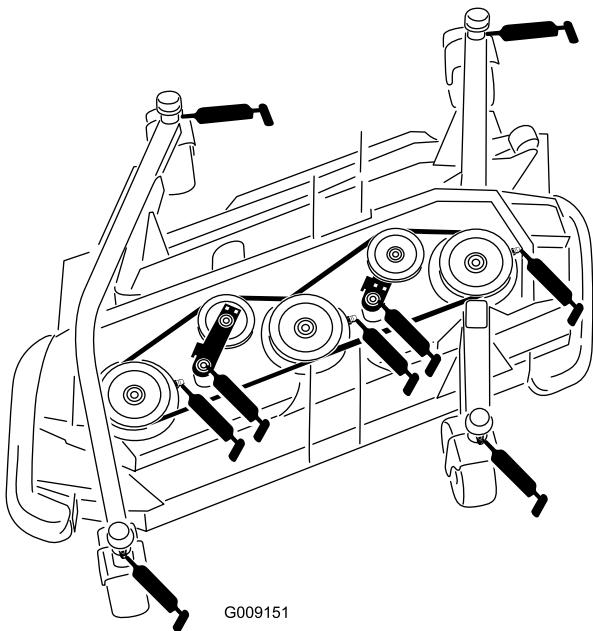

Bild 52
- Laufradgabel-Büchsen (4) (Bild 52)
- Spindelwellenlager (3) (am Spindelgehäuse) (Bild 52)
- Spannarm-Drehbüchsen (2) (an Spannarm-Drehwelle) (Bild 52)